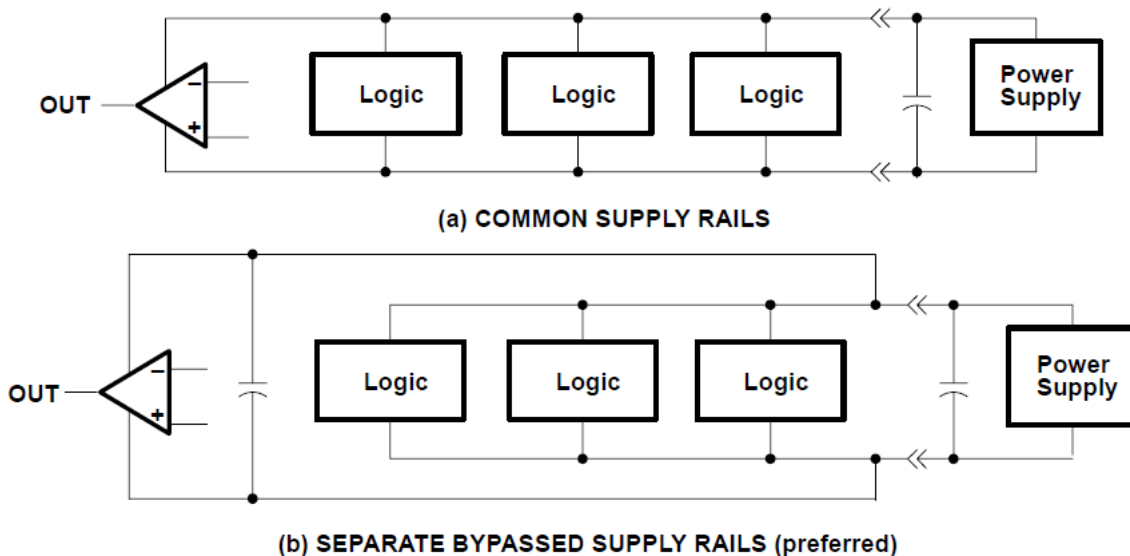

図 6-3. 同相電源レールと分離電源レールとの関係
1. 個別のバイパスされた電源ラインからリニア デバイスに電力を供給します (図 6-3 を参照)。そうしないと、デジタル ロジックの高いスイッチング電流により発生する電圧降下の結果、線形デバイス電源レールが変動する可能性があります。